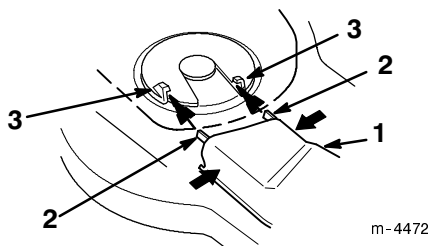

Figure 17
5. Pour replacer le carter de courroie, pincer les bords vers l'intérieur et insérer les languettes du carter de courroie dans les pattes du support du moteur (Fig. 17).